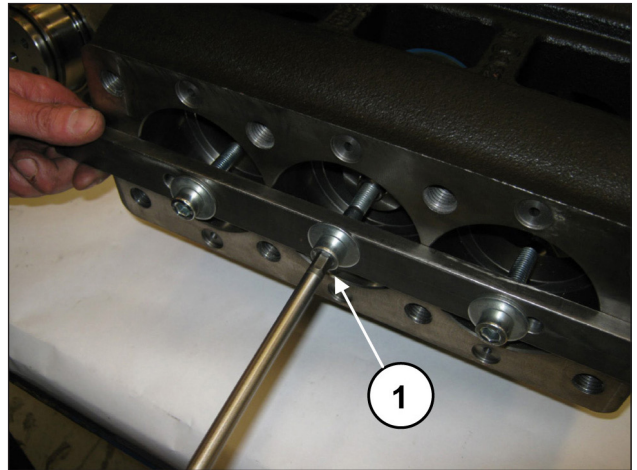
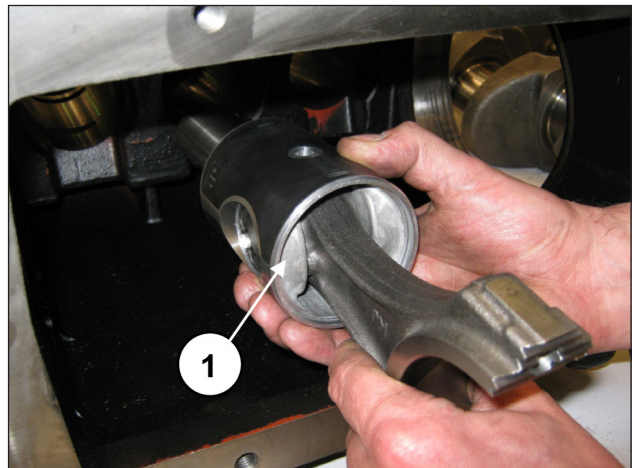

Fig. 32
Fig. 33
S'il s'avère nécessaire de remplacer une ou plusieurs bielles ou guides de piston, procéder de la façon suivante : Dévisser les vis de l'outil réf. 27566200 pour débloquer les bielles (rep. ①, Fig. 32) puis dégager les ensembles bielle-guide de piston par l'ouverture arrière du carter (rep. ①, Fig. 33).
Après s'être assuré que le carter est propre, insérer l'ensemble demi-bielle/guide de piston dans les tiges du carter (rep. ①, Fig. 33).
Bloquer les trois groupes à l'aide de l'outil réf. 27566200 (rep. ①, Fig. 32).
Déposer l'outil de blocage des bielles réf. 27566200 (rep. ①, Fig. 32).